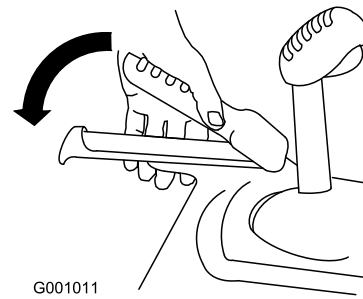

Figura 10
3. Apăsai maneta din stânga (maneta de traciune) către mâner (Figura 10).
6. Apăsai maneta din stânga (maneta de traciune) către mâner (Figura 10).